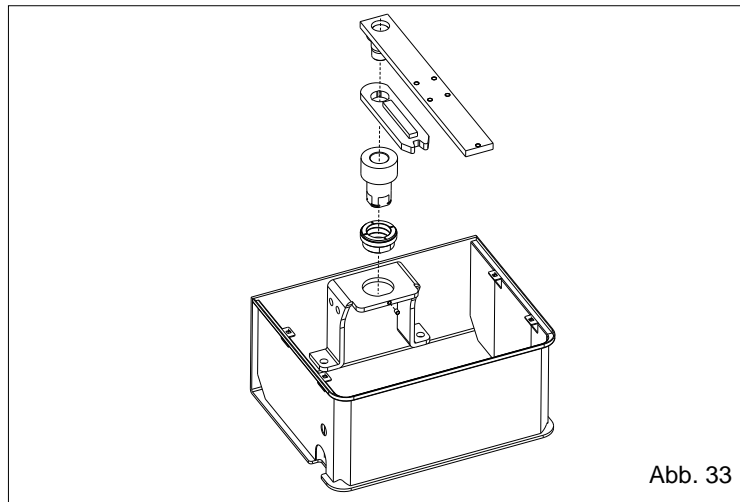

Abb. 33
**10.4.** Die Buchse in das Gehäuse einsetzen und mit der dafür vorgesehenen Schraube befestigen (Abb.33).
**10.5.** Alle Teile wie in Abb. 33 montieren.